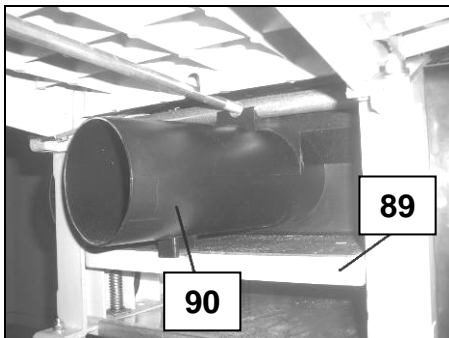

Fig 64
- Baissez la table de rabotage (89) à l'aide de la manivelle et ôtez le collecteur de copeaux (90) (Fig 64).